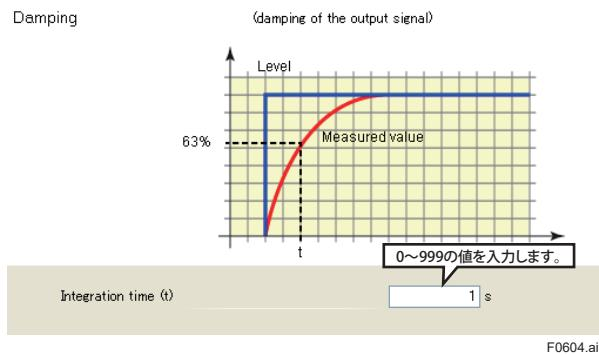

図6.4 時定数の設定画面
- 通常は 0% と 100% に対応する距離を入力しますが、実液などの調整ではこの値を変えて設定することができます。例えば、図 6.4 の様に 80% での距離を入力して設定します。